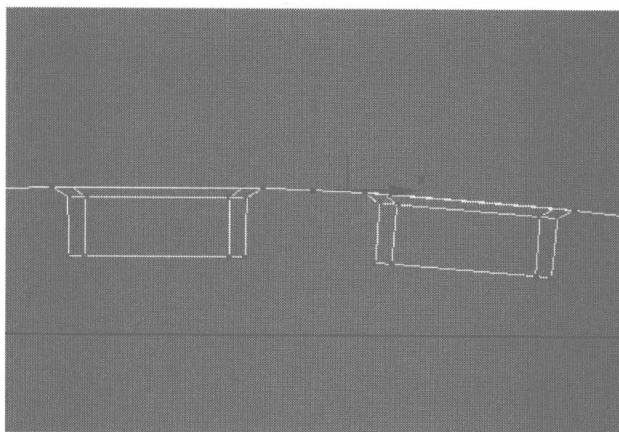
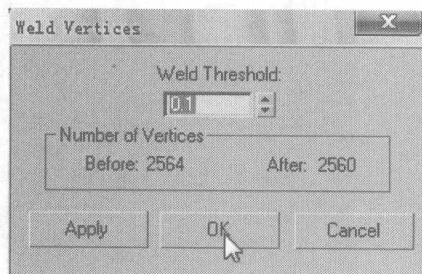

图 6.401
图 6.402
- 29** 切换为节点编辑，在 Left 视图中框选如图 6.401 所示旋转后的接缝处的节点，在 Edit Vertices 卷展栏中单击 **Weld** 右侧的小按钮，在弹出的对话框中设置焊接参数，如图 6.402 所示。